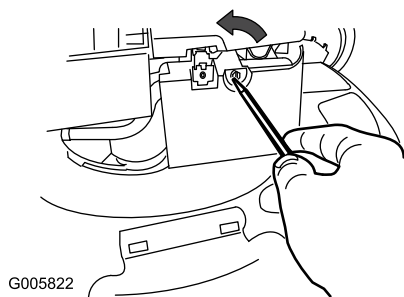

Рисунок 25
1. Используя отвертку, откройте крышку воздушного фильтра (Рисунок 25).